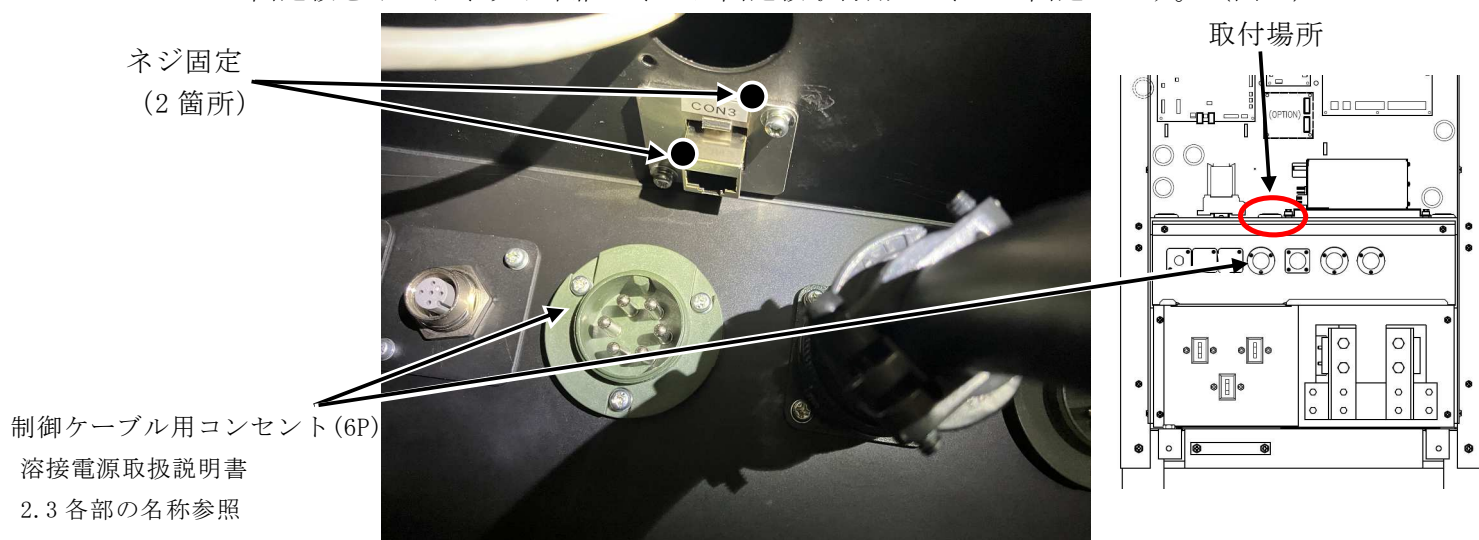

図 4. イーサネット中継コネクタ固定板の取付
- (5) 制御ケーブル用コンセント (6P) の上部の取付場所にイーサネット中継コネクタ及び固定板をイーサネット中継コネクタ固定板取付用 M3 ネジで固定します。(図 4)